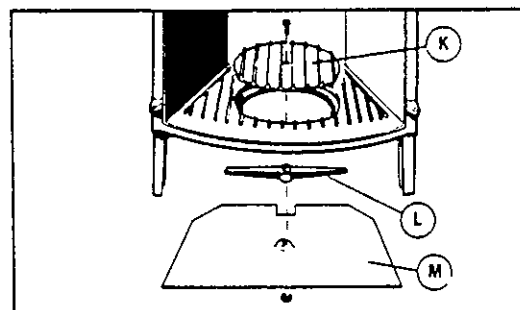

Fig. 6
MONTAGE DE LA PLAQUE ISOLANTE (Fig. 6)
1. Enlever le couvercle K (Fig. 6). Mettre le joint dans son logement. Mettre en place l'enveloppe Q du cendrier et la solidariser à la plaque de source au moyen des 3 vis comme indiqué sur le détail. Mettre en place le panier à cendres R.